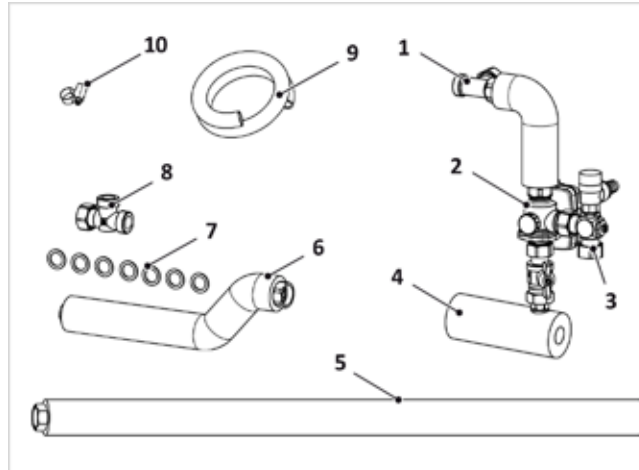
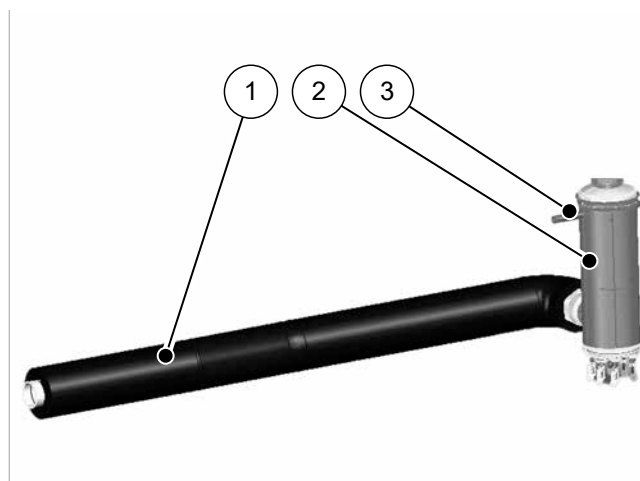

Fig. 2: Pacchetto di montaggio valvola a 3 vie LM WP
Fig. 7: Cartuccia di riscaldamento con tubo di mandata PC
Per l'identificazione delle parti vedere anche → fig. 2, pag. 7.
Nella combinazione SolvisMax Solo con SolvisLea Eco, il modulo di carica WP-SL-VSG è dotato di una cartuccia di riscaldamento i (HPT) da integrare nella mandata della pompa di calore. Questo "kit di montaggio LM WP-SL HPT" (→ Fig. 7) sostituisce qui il "Tubo di collegamento WP-VL", vedi → Fig. 2 (5).